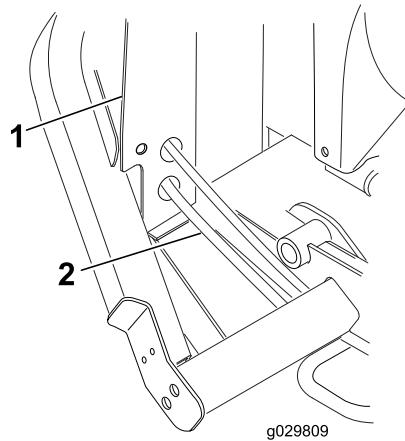

Bild 14
1. Bringen Sie auf der rechten Seite der Maschine, direkt vor dem Kühlerrahmen, eine Auffangwanne unter dem Ölkuhlerrücklaufschlauch an (Bild Bild 13 bzw. Bild 14).